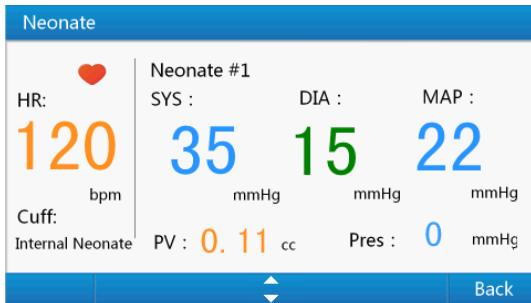

Figura 20 Interfaccia di simulazione della BP del neonato
- 1) Selezionare “**Neonate**” (Neonato) all’interno di “**BP Simulation Menu**” o utilizzare il tasto numerico “**8**” per accedere all’interfaccia di simulazione della BP del neonato mostrata nella Figura 20.